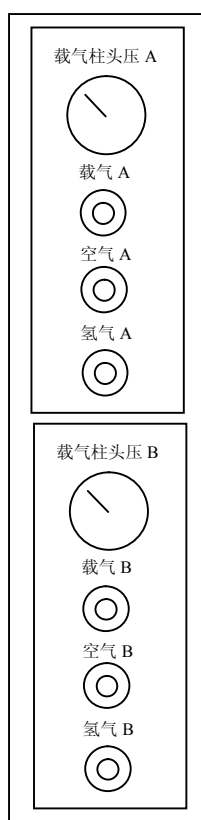
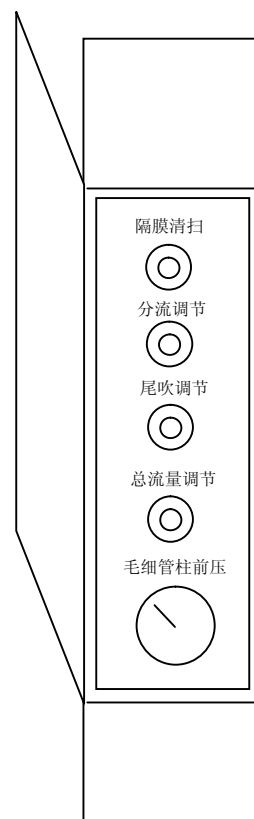

图 1-7 载气氢气及空气调节面板（正视）
图 1-8 毛细管气路调节面板（俯视）
载气、空气和氢气调节旋钮及面板在主机左前方，参见图 1-7。主机左上方为毛细管气路调节旋钮及面板（使用时须翻开面板上的盖板），参见图 1-8。
- 2) 图 1-7 中的载气压力表指示的都是柱前压力。主机左侧后部的氢气压力表指示的是氢气稳压阀输出压力；空气压力表指示的是空气稳压阀输出压力。